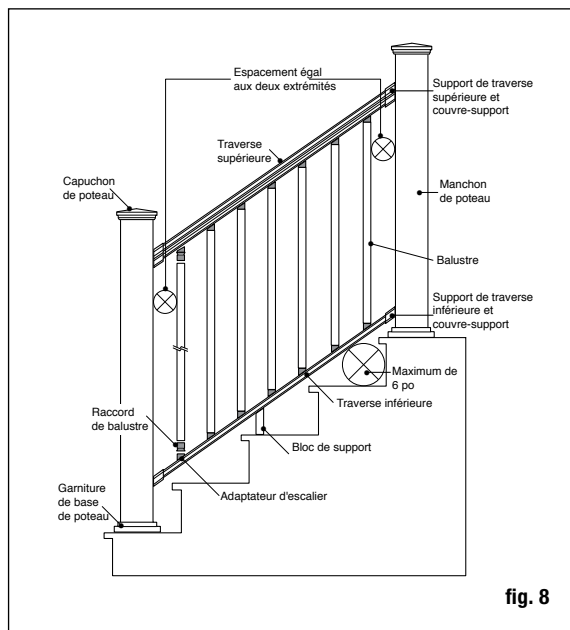
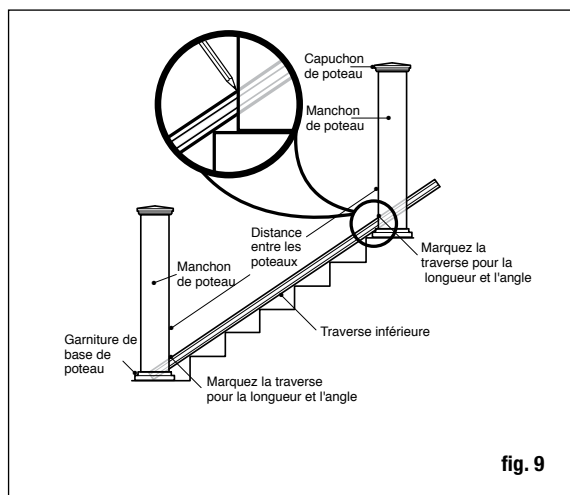

fig. 8
fig. 9
Étape 6 Mesurez la distance entre les manchons de poteaux installés pour déterminer la longueur des traverses du haut et du bas. Placez la traverse inférieure sur les girons, près des poteaux et ajustez afin que la distance entre le premier trou de balustre et le poteau soit plus élevée qu'au moins 7 cm (2-3/4 po), puis égale aux deux extrémités (fig. 8). Marquez la traverse à la bonne longueur et angle. Coupez la traverse du bas. Coupez la traverse du haut à la même longueur et le même angle (fig. 9).
Étape 8 Placez les couvre-supports et support de traverse aux extrémités de la traverse supérieure. Portez une attention particulière aux supports utilisés, sachant qu'ils ont des angles différents entre les traverses du haut et du bas. Placez la traverse inférieure entre les poteaux des girons de l'escalier (fig. 9). Vous pourriez devoir placer des cales entre deux nez de marche afin de surélever la traverse du bas. Vérifiez les exigences dans votre région. Généralement, une sphère de 15 cm (6 po) ne peut pas passer par le triangle formé par la traverse du bas, le giron et la contremarche. Centrez le support d'escalier sur le poteau. En utilisant le support d'escalier comme guide, marquez la position des vis sur le manchon de poteau et sur les deux extrémités de la traverse. Percez des avant-trous de 1/8" dans le manchon de poteau et la traverse. Fixez le support d'escalier au manchon de poteau grâce à des vis à tête plane n° 8-15 x 2" - n° 2, puis fixez le support d'escalier à la traverse en utilisant des vis à minces à têtes carrées autotaraudeuses n° 8-16 x 3/4" - n° 1.